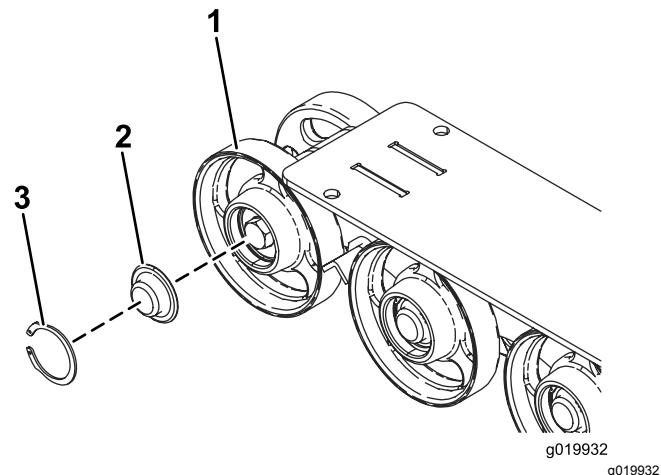

図 51
5. ロードホイールについているスナップリングとキャップを外す図51。
6. キャップ外した部分とガスケット周囲のグリスの状態を見る図51。グリスが劣化しているようであれば、完全にふき取り、ガスケットを交換して新しいグリスを入れる。
8. グリスを入れたキャップをボルトの頭に取り付ける 図 51。
9. キャップをスナップリングで固定する 図 51。